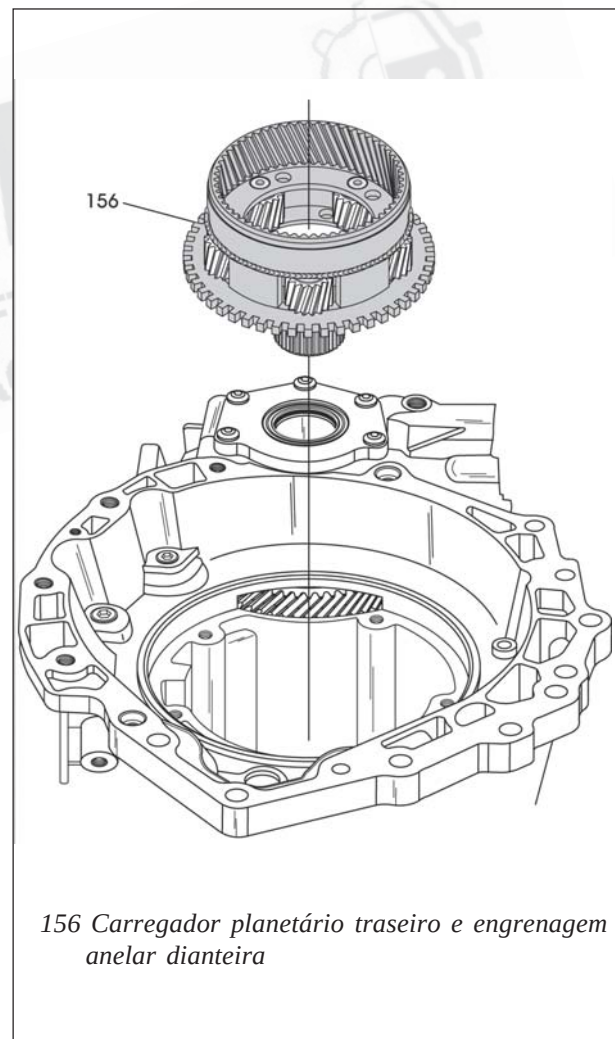

Figura 114
48. Instale o carregador planetário completo, conforme mostra a figura 114.